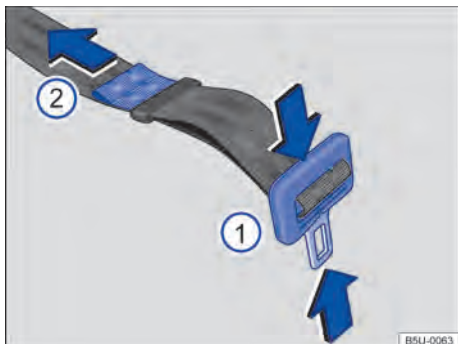

Fig. 58 Ajustar o cadarço do cinto de segurança subabdominal.
- Pressionar a lingueta na direção das setas ⇒ Fig. 58  e alongar totalmente o cinto de segurança.